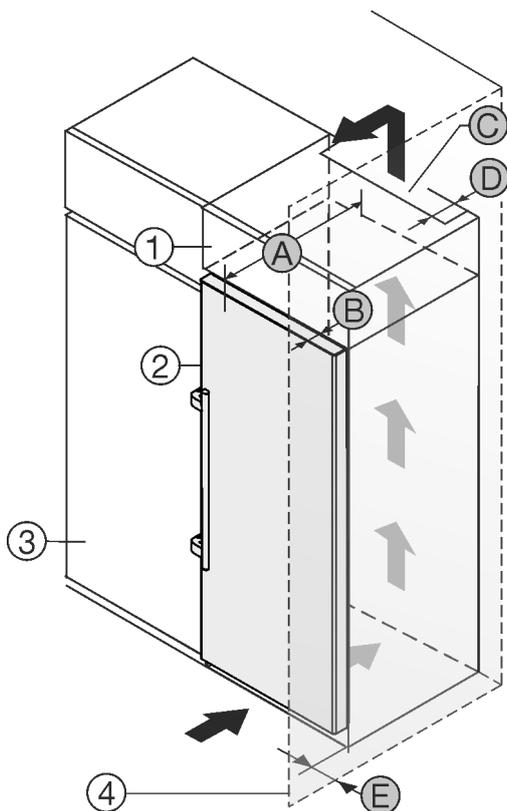

Fig. 2
Můžete přístroj nainstalovat přímo vedle kuchyňské skříňky Fig. 2 (3).\*
Na zadní straně nástavné skříňky musí být větrací šachta hluboká Fig. 2 (D) přes celou šířku nástavné skříňky.\*
Pod stropem místnosti musí být dodržen ventilační průřez Fig. 2 (C).\*
Když přístroj instalujete závěsy vedle stěny Fig. 2 (4), musí být vzdálenost mezi přístrojem a stěnou minimálně 57 mm . To odpovídá přesahu madla při otevřených dveřích.\*
Aby bylo možné dvířka plně otevřít, musí přístroj přesahovat o hloubku dvířek Fig. 2 (B) vůči přední linii kuchyňské skříňky. V závislosti na hloubce kuchyňských skříňek Fig. 2 (3) a použití vymezovačů odstupů od stěny může přístroj vyčnívat dále.\*